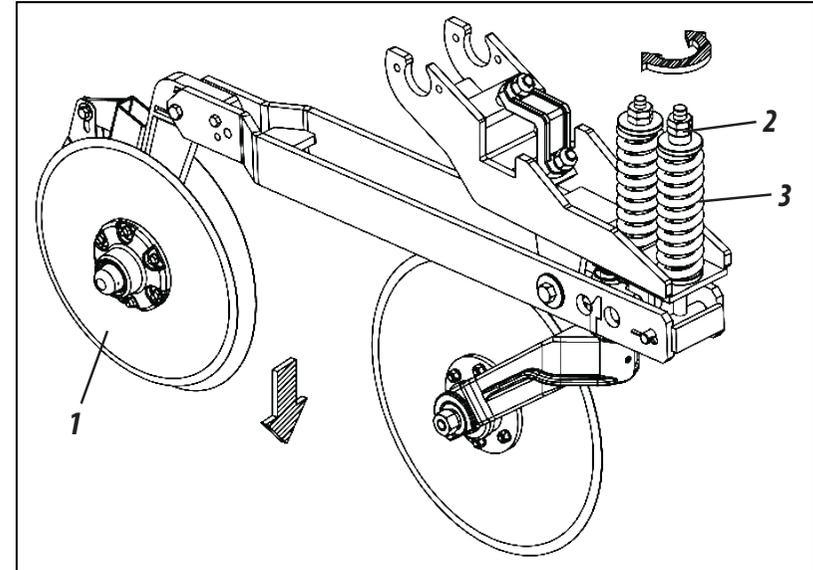

Figura 41
**AJUSTE DE PRESIÓN DEL FERTILIZANTE ( FIGURA 41 )**